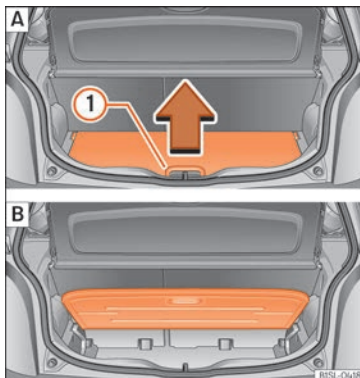

Fig. 96 Suelo variable del maletero: **A** levantar el suelo variable; **B** suelo variable levantado.
- Para *levantar* el suelo, levante el tirador **» fig. 96 A** **1** en el sentido de la flecha y tire del suelo hacia arriba del todo **» fig. 96 B**.